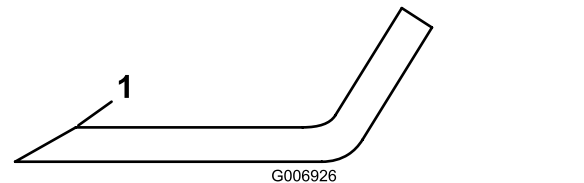

Figura 72
- Inspeccione los filos de corte de todas las cuchillas, afílelos si están romos o tienen mellas, afile únicamente la parte superior del filo y mantenga el ángulo de corte original para asegurar un afilado correcto (Figura 72).